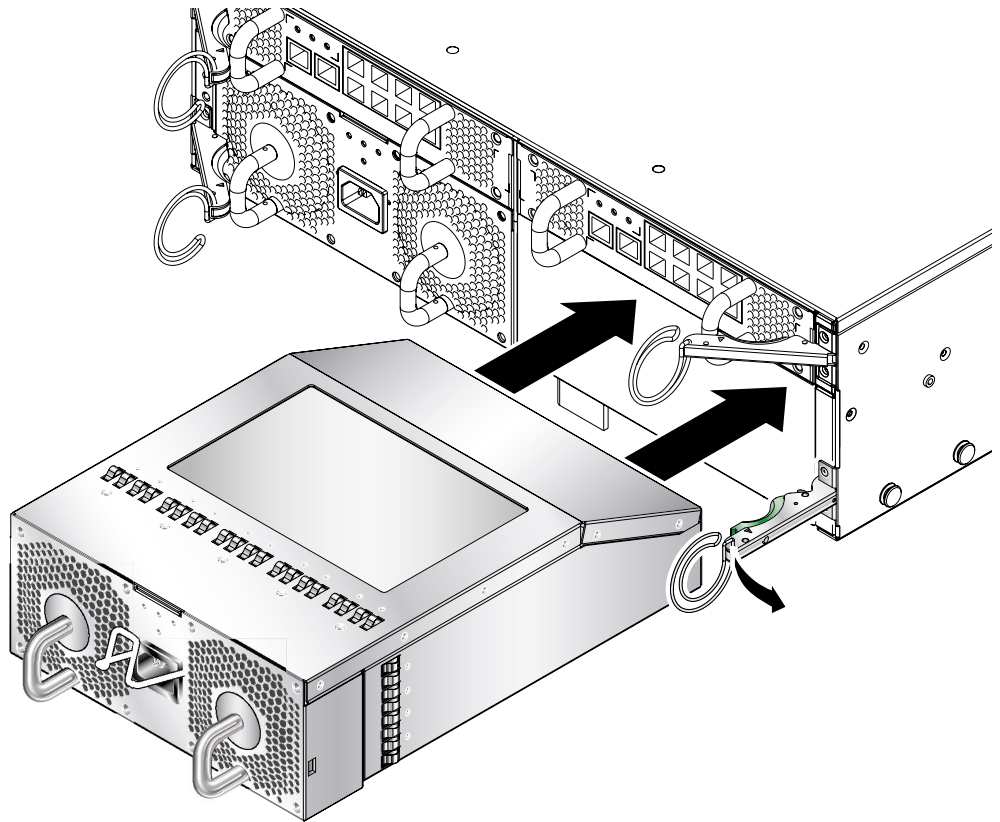

図 4-9 PSU の位置合わせ
PSU のコネクタをシステムシャーシに向け、コネクタが PSU の下半分になるように位置を合わせます (図 4-9)。
2. 取り外しレバーが完全に開いて、PSU スロットの開口部をふさいでないことを確認します (図 4-9)。